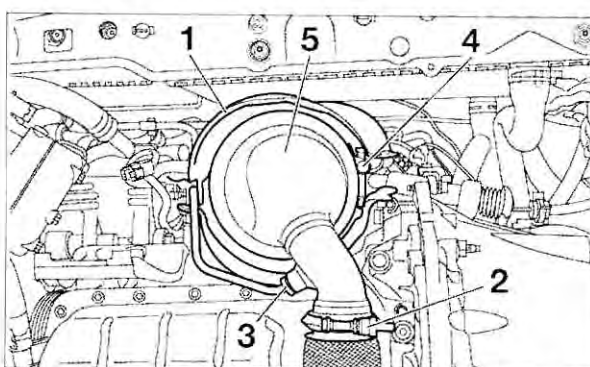
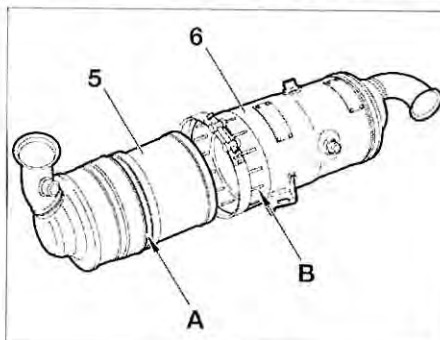

FIG. 37
FIG. 38
- Desmontar (fig. 37):
- la pantalla térmica (1).
- la abrazadera de escape (2).
- el captador de presión (3).
- Aflojar la abrazadera de fijación (4).
- Desmontar el filtro de partículas (5).
- situar la ranura (A) del filtro de partículas (5) en el centro de las ranuras (B) del catalizador (6) (fig. 38).